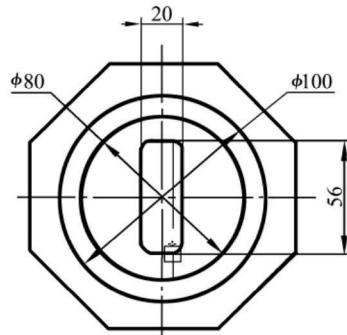

图 1—1—46 拾取十字光标处的直线另一端点
19. 同理标注总长和总宽尺寸,如图 1—1—47 所示。这时我们看到 $\phi 80$ 和 $\phi 100$ 与水平方向尺寸 130 的尺寸线相交,不合乎制图标准,需要改动一下它们的位置。